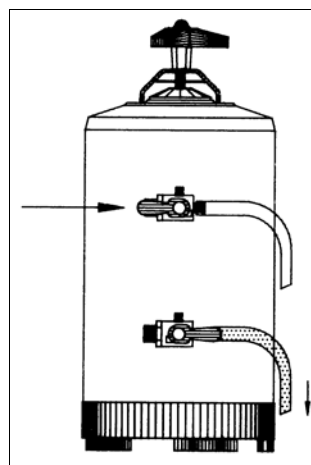

Рис.3
3. См.рис.3. Удалите остатки поваренной соли и смолы с прокладки крышки умягчителя. Установите крышку на место и заверните маховик G.